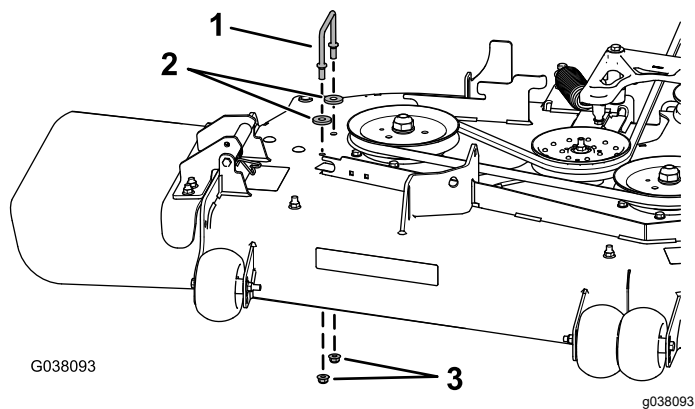

Figura 24
3. Rimuovete la staffa del copricinghia destro, **2 rondelle (solo per piatto di taglio da 152 cm)** e 2 dadi flangiati dal piatto di taglio (Figura 24).